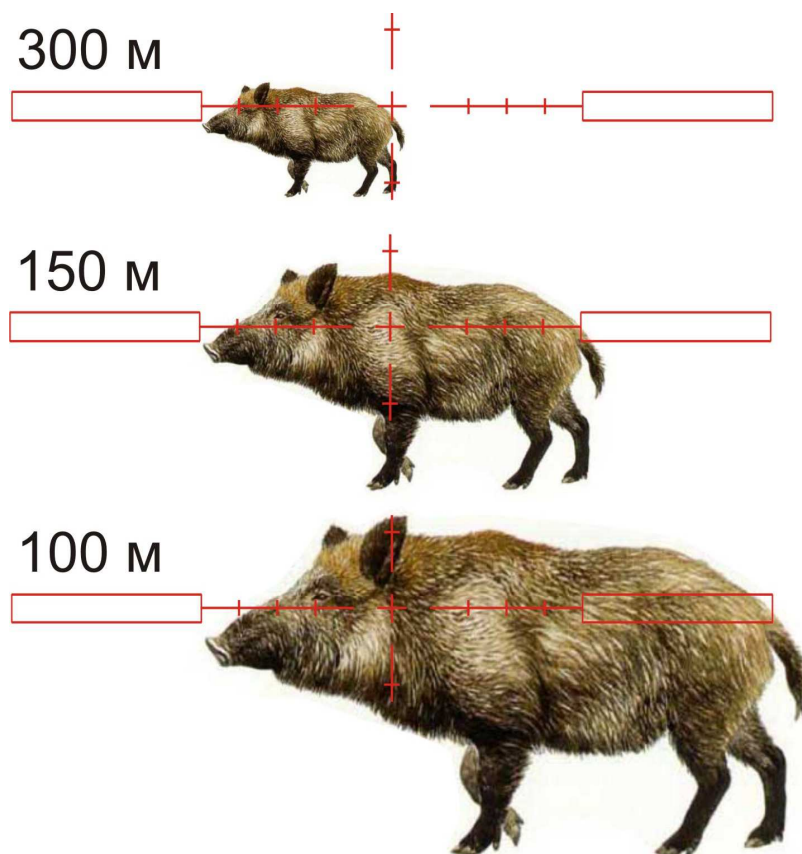

Рис.6
- 2) поместите перекрестье прицела так, чтобы одна сторона цели оказалась на риске Mil Dot (см. пример на рис. 6),
На рис. 6 представлен пример оценки расстояния для прибора «Dedal-490(100)» с увеличением 4x до кабана (трофейной длины 1.5 м) по сетке Mil Dot (5, 10 и 15 делений соответственно).
(*) – смотри соответствие на рис. 6.